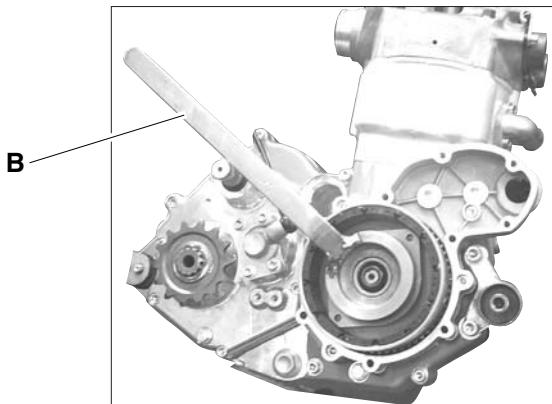

Fig. 50
2. Bloccare il volano con l'attrezzo B, e svitare il dado al centro girandolo in senso orario (Fig. 50).
2. Lock the flywheel using tool B and unscrew the center nut rotating it clockwise (Fig. 50).
2. Das Schwungrad mit dem Werkzeug B blockieren und die Mutter in der Mitte im Uhrzeigersinn abschrauben (Abb. 50).
2. Bloquer le volant de moteur au moyen de l'outil B et dévisser l'écrou au milieu, en le tournant dans le sens des aiguilles d'une montre (Fig. 50).